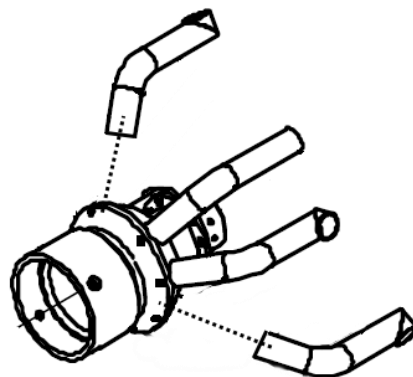

Рис. 22
- Замените установленные сопла на сопла из прилагаемого комплекта (для RS310) рис.22.